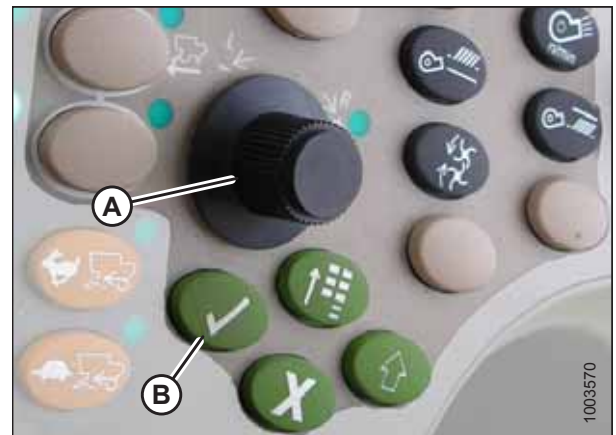

Abbildung 3.416: Bedienkonsole auf John Deere Mähreschern
- Mit dem Auswahldrehknopf im Listenfeld (A) nach unten blättern und den Eintrag HEADER (Schneidwerk) markieren. Die Auswahl mit der Häkchentaste bestätigen (Auswahldrehknopf und Taste sind in Abbildung 3.416, Seite 245) dargestellt.
- Zum Symbol mit einem Pfeil in einem Diamanten (B) rechts unten auf dem Display schalten und die Auswahl mit der Häkchentaste bestätigen.